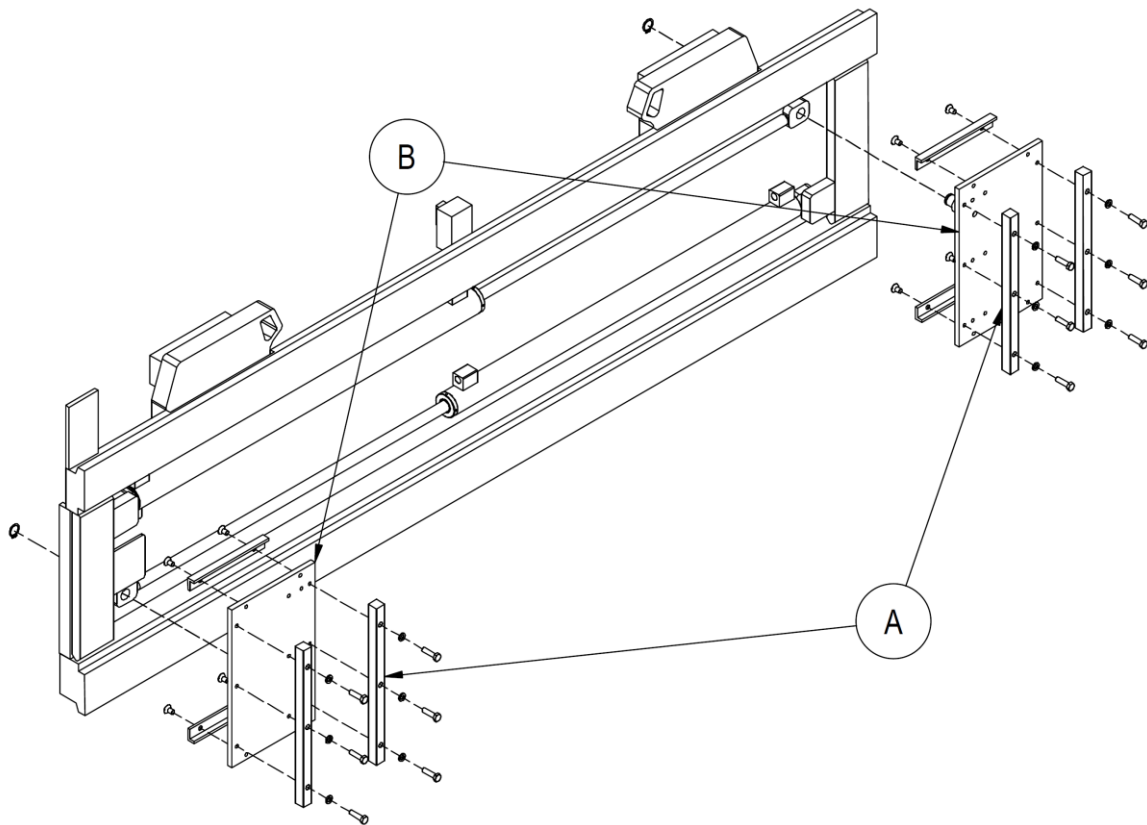

Figura 17
2. Retire los topes da la horquilla **A** y luego las placas de transmisión **B**, como se muestra en la *Figura 17*.